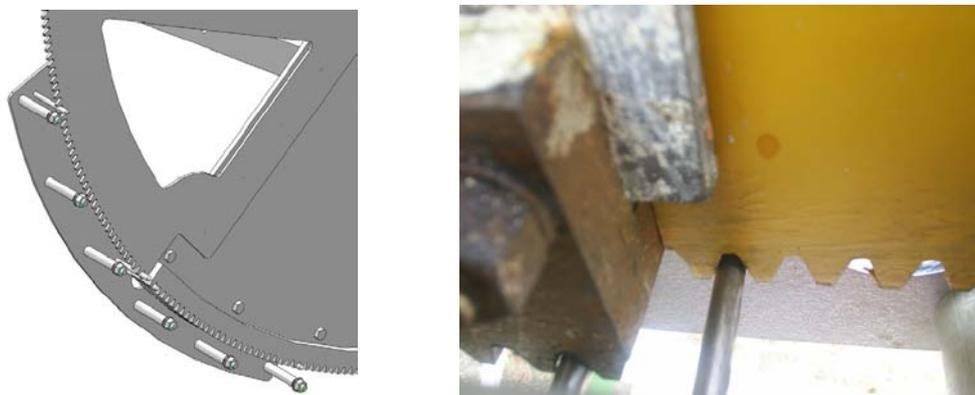

Fig.10 Posizionamento settore dentato su dima
12. Posizionare con estrema precisione e cura il settore dentato traccia-fori in modo da affiancarsi alla cremagliera dell'antenna e che i due spinotti rimasti liberi della dima montata nel punto precedente si inseriscano tra i denti del settore dentato traccia-fori. Assicurarsi che per ogni spinotto vi sia il contatto con i due denti adiacenti (Fig.10).